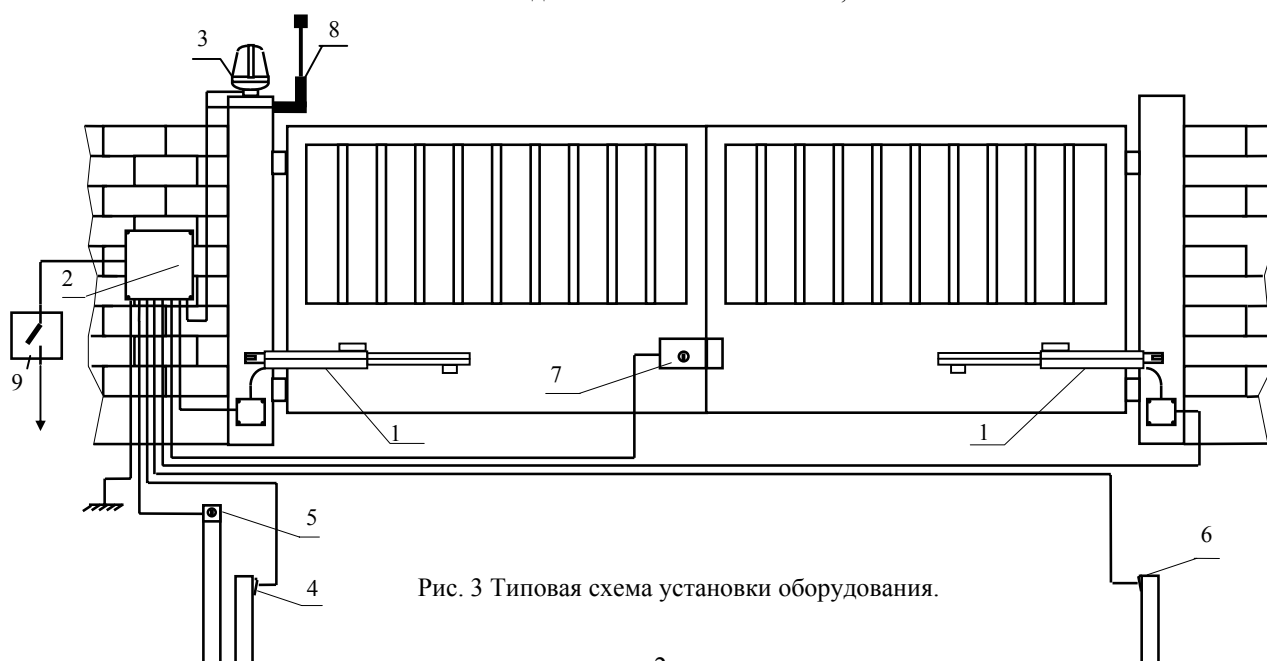
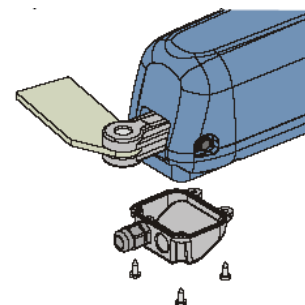

Рис. 3 Типовая схема установки оборудования.
Рис. 6
- провода для соединения приводов с блоком управления должны иметь сечение не менее указанных. Сечение остальных проводов должно быть выбрано в соответствии с током протекаемым по ним, учитывая прочность их изоляции рис. 3. После подключения проводов установите гермовводы в крышку и закрепите ее см. рис. 6;